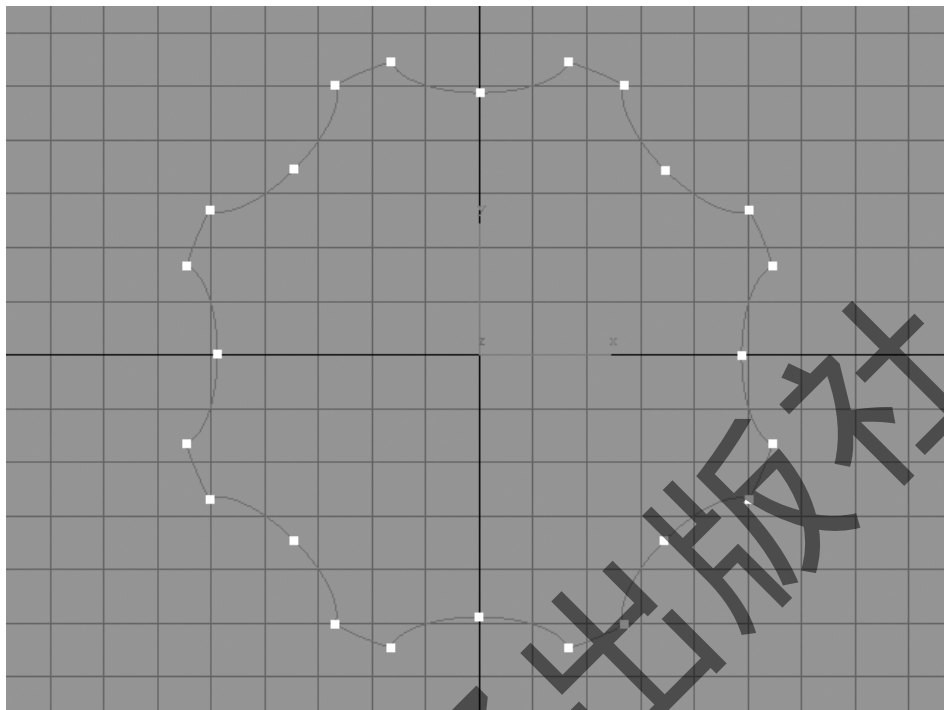

图 4-36 布尔运算结果
Step11: 相减完之后, “Circle001” 已经成为一个不规则图形, 效果如图 4-36 所示。